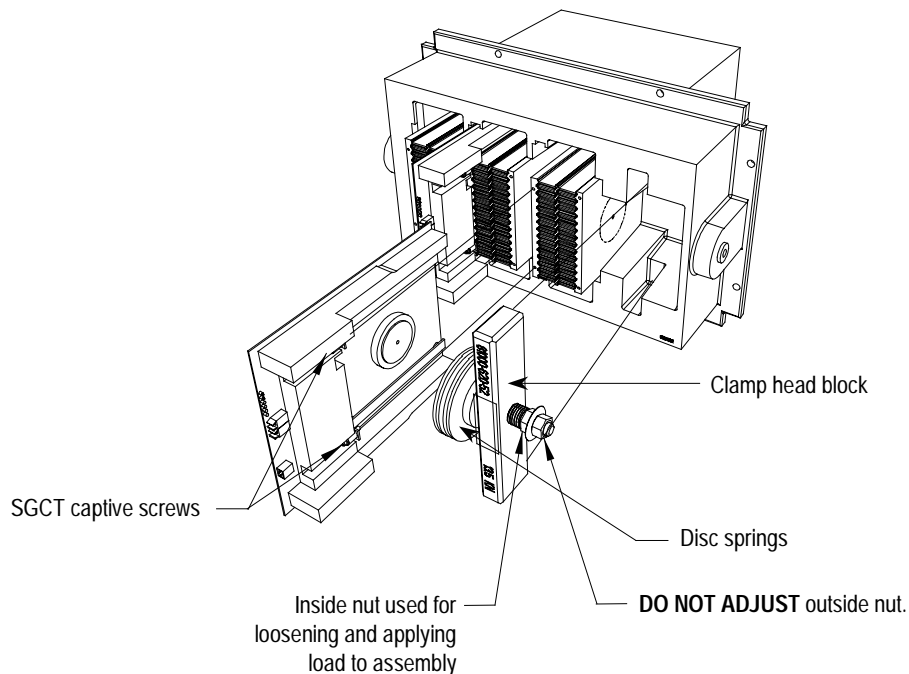

Bild 6.18 – Detailansicht der Spannvorrichtung
2. Um die Spannvorrichtung zu lösen, verwenden Sie einen 21-mm ($13/16$) Maulschlüssel und die Mutter rechts vom Spannkopf (siehe Bild 6.18). Diese Mutter ist die einzige, die jemals justiert werden muß. Die Verschraubung hat eine maximal erlaubte Bewegung von ca. 3mm. Das ist ausreichend, um die einzelnen Komponenten entfernen zu können.
Wichtig! Verstellen Sie nie die Kalibrierungsmutter am Ende der Gewindestange. Die Einstellung dieser Mutter hat direkten Einfluß auf das Spannungsmoment. Die Einstellung erfolgt werksseitig. Justieren Sie nur mit der inneren Mutter. (Siehe Bild 6.18.)